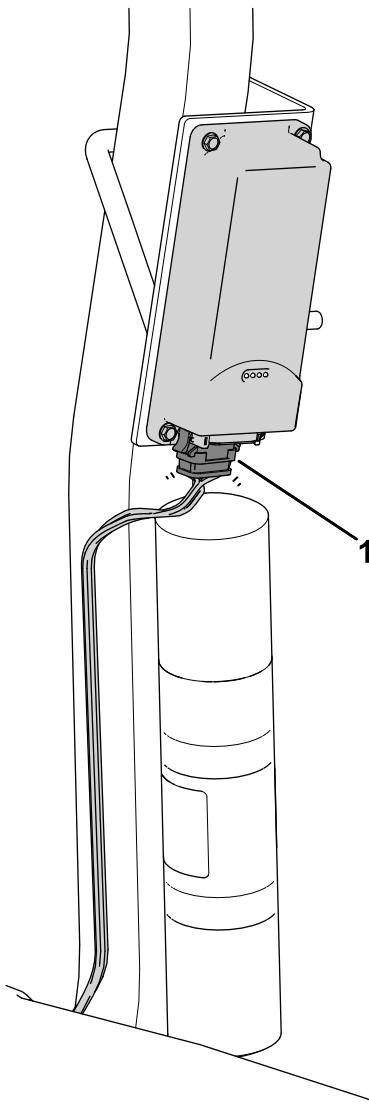

Figure 13
3. Branchez le connecteur étiqueté P02 du faisceau de câblage du dispositif télématique sur le dispositif télématique (Figure 13).